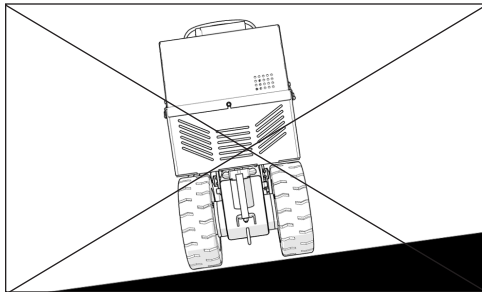

FIG. 3
**AVERTISSEMENT** : LA MACHINE EST ÉQUIPÉE D'UNE ROULETTE PIVOTANTE À L'AVANT. NE JAMAIS MONTER À FLANC DE COTEAU (FIGURE 3). SI LA MACHINE EST À L'ARRÊT SUR UNE PENTE, LA ROULETTE AVANT FERA BASCULER LA MACHINE AU POINT LE PLUS BAS. SI LA MACHINE DOIT ALLER SUR UN PLAN INCLINÉ, LA FAIRE ROULER SUR LA TÊTE DE COUPE. INSTALLER UNE TÊTE DE COUPE D'AU MOINS 20 CM (8 PO). POUR ÉVITER D'ENDOMMAGER LES SOLS, BLOQUER UN MORCEAU DE MOQUETTE DANS LA TÊTE DE COUPE. CELA PERMETTRA UN CONTACT POSITIF AVEC LE SOL LORSQUE L'ALIMENTATION EST DÉSENGAGÉE DES ROUES.